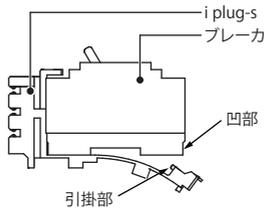

図2
- ② i plug-s をたわませて引掛部をプレーカの凹部に嵌めて取り付けてください。(図 2)